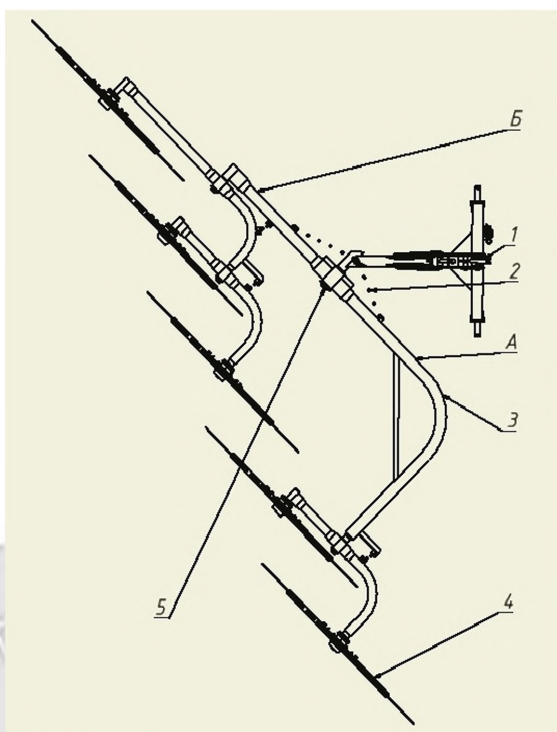

Рисунок 1.
*Не брать за плечо рабочих колес 3 на расстоянии менее 0,3 м от шарнира 5 (см. рис.1).*